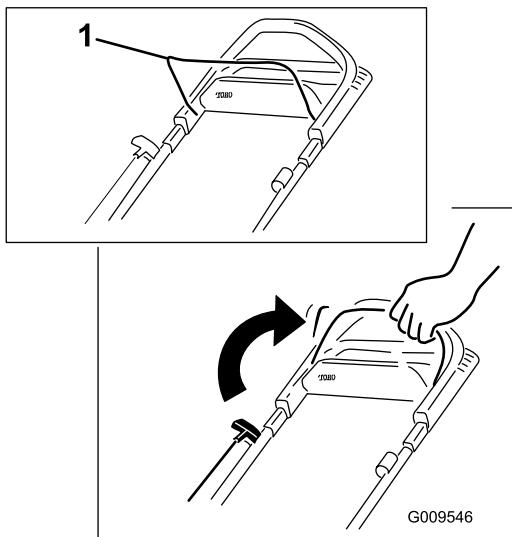

Figure 17
- Maintenez la barre de commande de la lame contre le guidon (Figure 17).